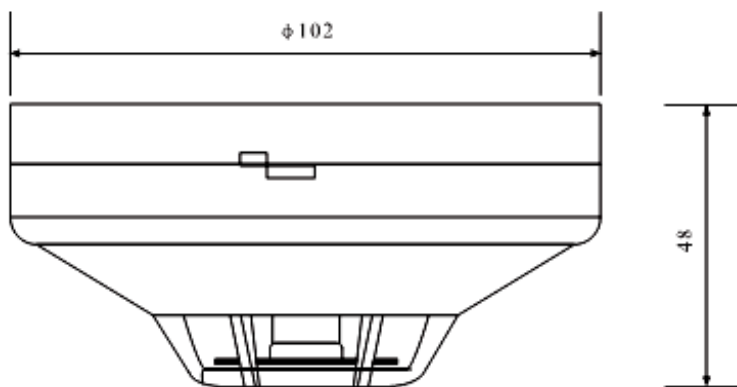

Рисунок 15-7. Внешние размеры детектора JTW-SD-885
- ✓ Внешние размеры: диаметр × высота = 102 мм × 48 мм (см. рисунок 15-7)